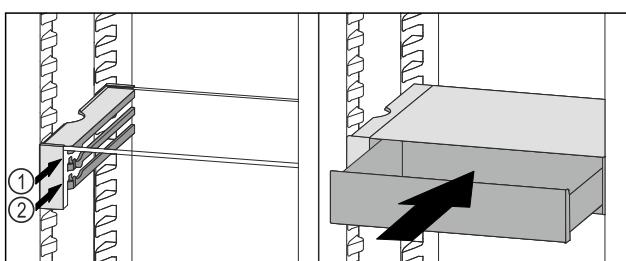

Fig. 94
- ▶ Nasadte zásuvku VarioSafe za zarážky na požadovaném žebřu Fig. 94 (1) nebo Fig. 94 (2).